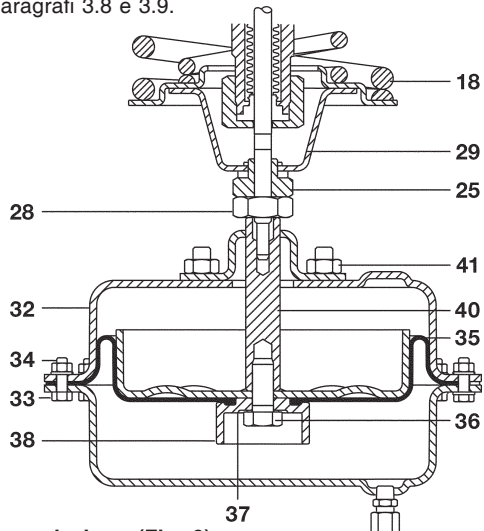

Fig. 8 - DN32 ÷ 50 (1 1/4" ÷ 2")
4.4.1 Come sostituire il diaframma dell'attuatore e la rondella di tenuta (Fig. 8)
- Togliere viti e dadi (33, 34) dalla cassa dell'attuatore e smontare la cassa dell'attuatore (32).
- Svitare la vite di bloccaggio stelo dell'otturatore (36) e togliere nell'ordine: vite, disco di bloccaggio (38), rondella di tenuta (37), diaframma (35) e stelo (40).
- Montare il nuovo diaframma (35).
- Rimontare bulloni e dadi della cassa e serrarli con la coppia consigliata nel paragrafo 4.2. Fissare il gruppo attuatore alla valvola serrando i dadi di montaggio dell'attuatore (41) con la coppia di serraggio consigliata nel paragrafo 4.2.